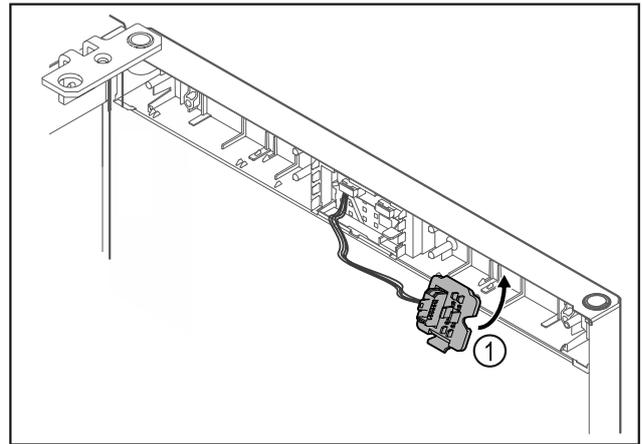

Fig. 23
- ▶ Κουμπώστε το στήριγμα του φισ Fig. 23 (1) στην απέναντι πλευρά.